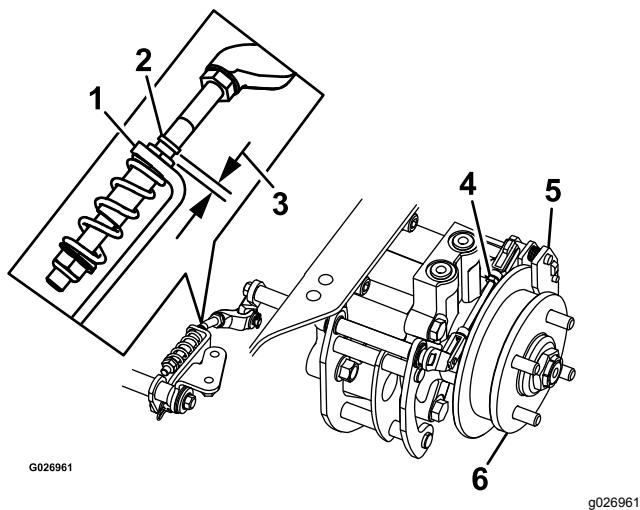

Bild 79
8. Prüfen Sie, ob ein sichtbarer Abstand zwischen der L-Halterung und dem Gestängeanschlag besteht (Bild 79).